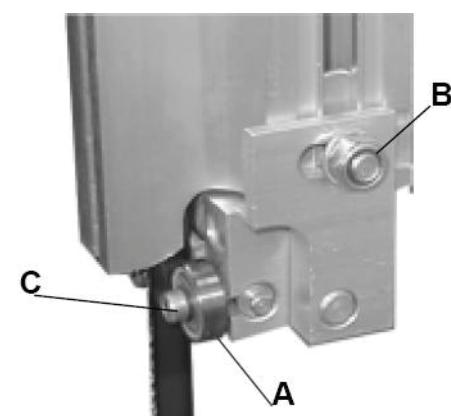

Рис. 20
- Установіть роликові напрямні (А) (Рис. 20) відносно полотна, відкрутивши шестигранну гайку (В) (Рис. 20) та рухаючи підпору напрямної до тих пір, доки роликові напрямні (В) не будуть знаходитися на відстані 2 мм від основи зуба.